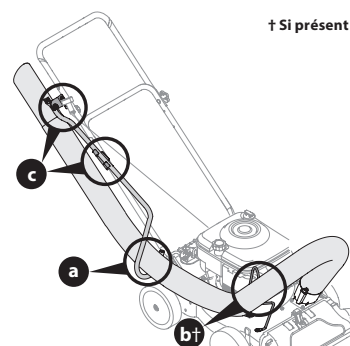

Figure 5
4. Placez le boyau dans l'extrémité courbée de la poignée du boyau située près de la trémie d'alimentation et dans le support du boyau (le cas échéant). Voir Figure 5 (a et b).
5. Placez la poignée du boyau sur le support supérieur, puis dans le support inférieur de la poignée. Voir Figure 5 (c).